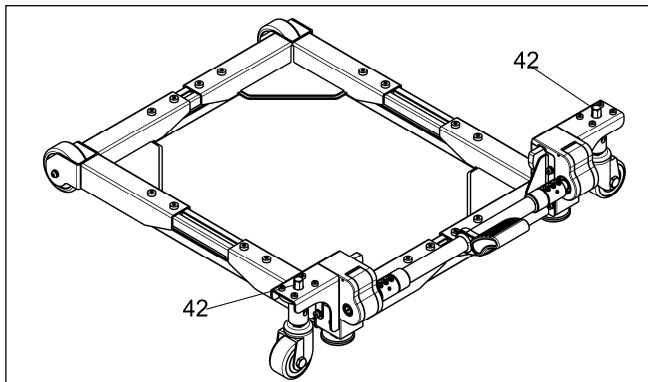

图 11
a.使用两用扳手“D”旋转调节丝杆“42”（顺时针旋转，滚轮上升；逆时针旋转，滚轮下降），使得台面水平且所有滚轮均与地面接触，确保所有支脚底面与地面距离大于 10mm。（见图 11）